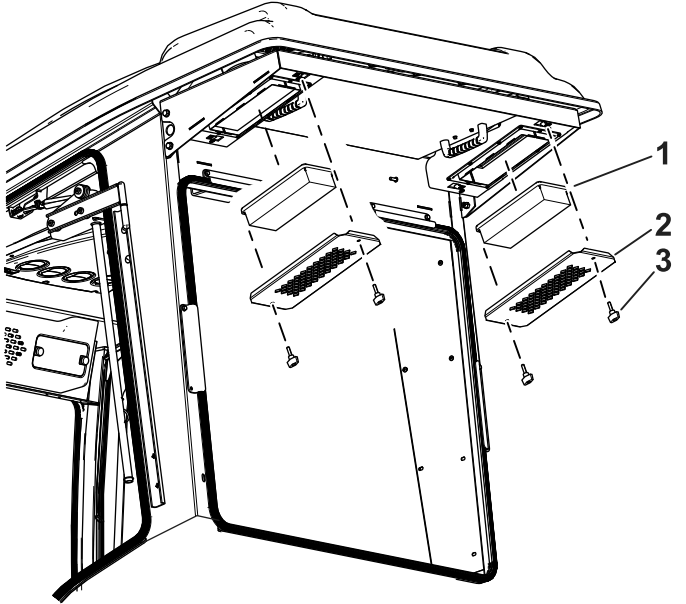

Figure 34
1. Retirez les vis à oreilles et les grilles des filtres à air arrière de la cabine (Figure 34).